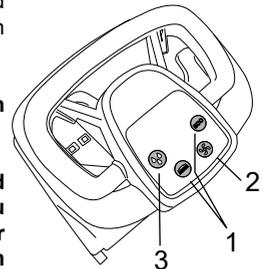

Fig.17
- Den Bürstenschalter oder den ECO-Schalter drücken (Abb. 17, Pkt. 1), zusätzlich zur Bürste werden die Absaugung und der Reinigungsmittelfluss eingeschaltet.
- Überprüfen Sie während der Arbeit die Reinigungsqualität und regulieren Sie den Reinigungsmittelfluss über den Schalter für den Reinigungsmittelfluss (Abb. 17, Pkt. 3).
- Drücken Sie den Bürstenschalter (Abb. 17, Pkt. 1).